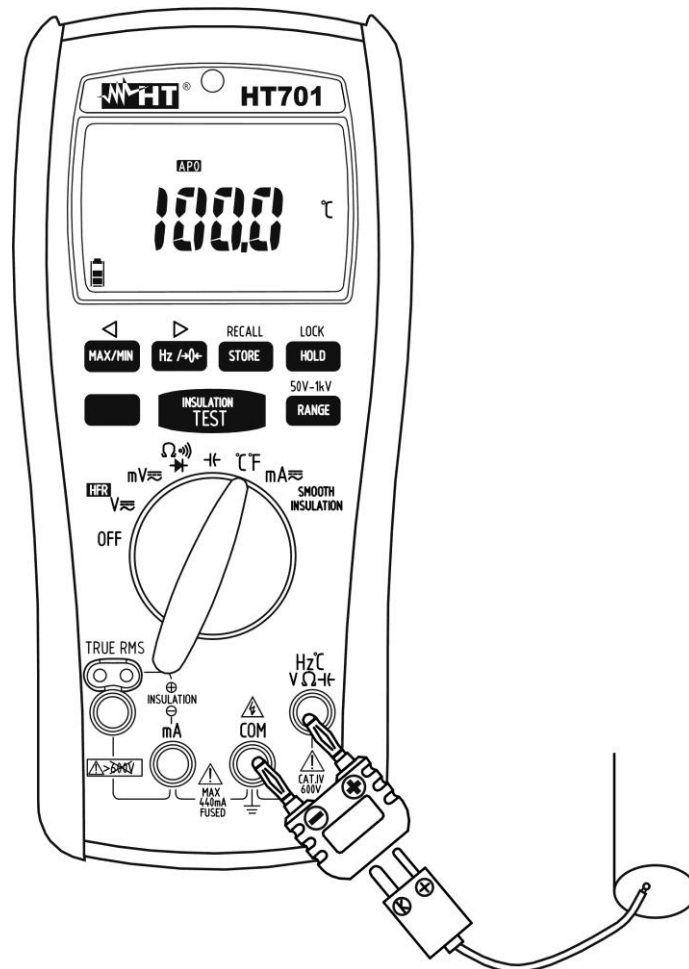

Fig. 9 : Utilisation de l'instrument pour mesure de température
3. Insérer l'adaptateur fourni de dotation dans les entrées des jacks **Hz°C V Ω Hz** et **COM** en respectant les couleurs rouge et noir s'y trouvant (voir Fig. 9).